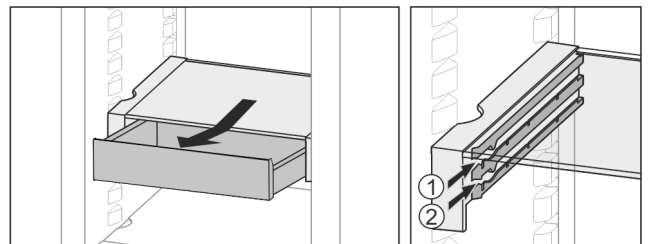

Fig. 24
- Insértelo a la altura deseada Fig. 24 (1) o Fig. 24 (2).